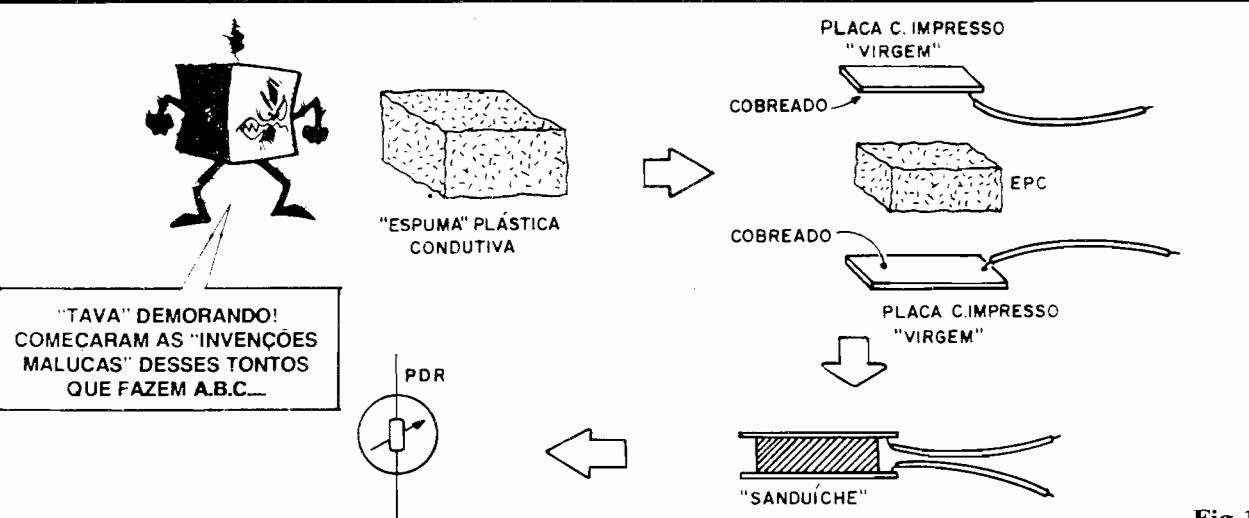

Fig.10
- FIG. 10 - Já vimos, na presente "Lição", resistores que "sentem" a LUZ, a TEMPERATURA e a TENSÃO (e têm seus valores proporcionalmente alterados, em função de tais fatores...). Entretanto, a "turma" dos "Resistores Dependentes" é imensa (existem até componentes do gênero, ultra-específicos, capazes de reagir à presença de gases e a outros fatores físicos, químicos ou mecânicos...). Um item "pouco lembrado", mas que seguramente faz parte da "família" é o do RESISTOR DEPENDENTE DE
o que a Resistência momentânea do conjunto "cai" (ainda que só um "tiquinho"...). Essa momentânea **queda** na Resistência tem imediato efeito (Ohm "está olhando"...) sobre a Corrente "I", que fica, obviamente, mais "forte"... Essas compressões e descompressões sonoramente induzidas ocorrem centenas ou milhares de vezes por segundo, e nesse mesmo "rítmo" a Resistência intrínseca do conjunto de grânulos condutivos modifica-se, induzindo proporcional variação na Corrente "I" que circula pelo componente... A tal Corrente, então, foi "modulada" pela voz, ou seja: conseguimos "traduzir" SOM em SINAIS ELÉTRICOS nitidamente proporcionais em ritmo e intensidades (dizemos: em FREQUÊNCIA e AMPLITUDE...)! Lembrando que tudo isso ocorre devido às mudanças de **pressão** sobre a membrana flexível, o MICROFONE DE CARVÃO pode (e deve...) ser considerado um legítimo PDR, um "irmão mais sensível" daquele "negócio feito em casa" que mostramos nas figs. 10 e 11...